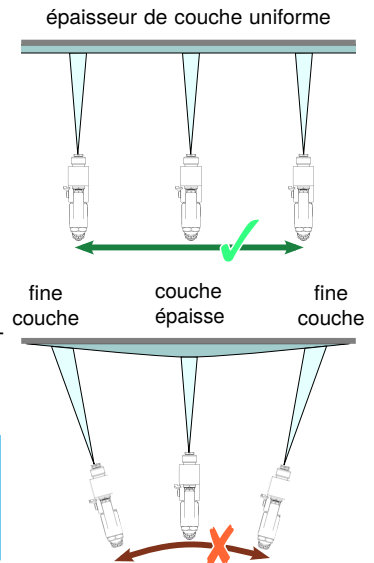

FIG. 11 – Guide de pistolet pulvérisateur
- ▶ Veillez à la vitesse constante et déplacez le pistolet pulvérisateur parallèlement à la surface à revêtir. Un pistolet pulvérisateur instable entraîne un revêtement irrégulier (voir Fig. 11).